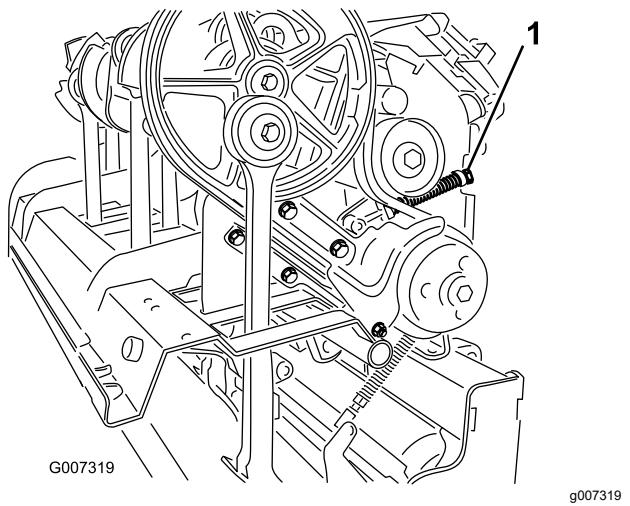

Рисунок 38
- Чтобы снять натяжение пружины натяжного ролика, ослабьте контргайку крепления держателя пружины (Рисунок 38) и поверните держатель пружины.